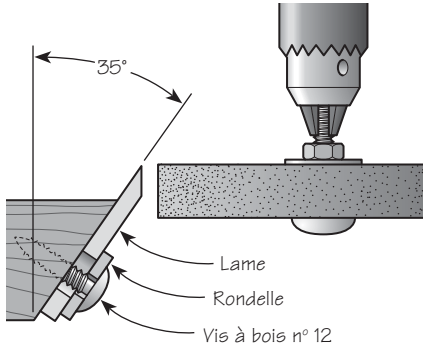

Figure 12 : Guide d'affûtage
- **Guide :** Couper l'extrémité d'une pièce de bois de 6 po × 1 1/2 po × 1 1/2 po selon un angle de 35°. Percer un avant-trou pour une vis à bois n° 12 dans l'extrémité biseautée. Voir la **figure 12**. Fixer la lame au guide à l'aide d'une vis à bois à tête ronde n° 12 × 1/2 po et d'une rondelle.